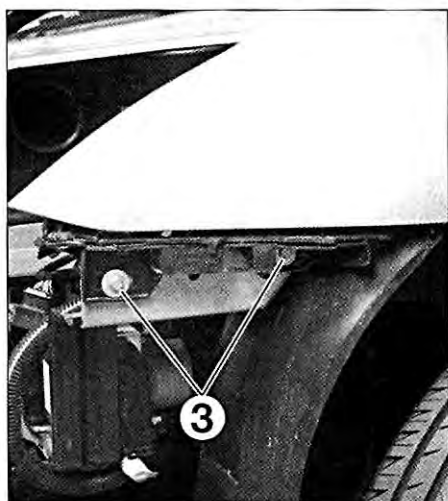

FIG. 13
- Desmontar los 2 tornillos de fijación (3) del soporte de parachoques del. (fig. 13).